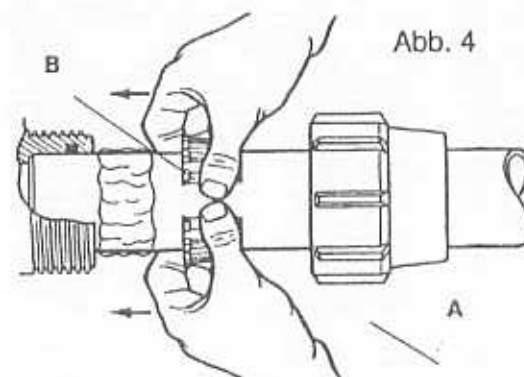

Abb. 4
- Das Rohr in die Wasserein- und Auslaßöffnungen stecken (**Abb. 4**).
- Den Zahnring in Position bringen, wobei er mit den Daumen am Schlitz auseinandergezogen wird (**Abb. 4**), damit der Klebstoff nicht abgeschabt wird. Dann die Mutter anziehen.